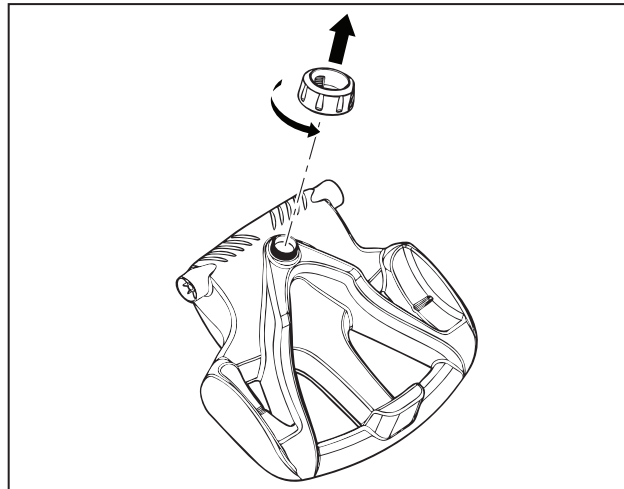

Figura 2. Quite la tuerca de mano de la unidad base
1. Desatornille la tuerca de mano de la base (Figura 2).